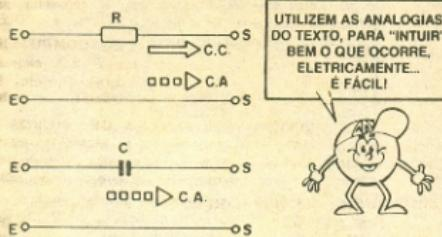

Fig. 2
- FIG. 2 - Outro conceito importante e básico: enquanto RESISTORES podem exercer a função passiva de opor obstáculo ou dificuldade à passagem da corrente (mas ainda assim deixan-